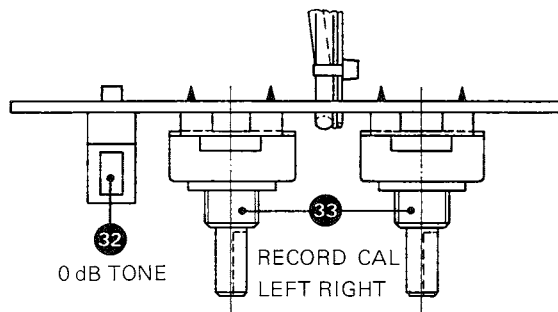

Fig. 9.6.
Diese neue Einheit enthält die beiden Eichpotentiometer (33), die in den Signalweg zwischen Aufnahme-Prozessor und Aufnahme-Entzerrer eingefügt sind. Damit wird der Bandempfindlichkeit entsprechende Aufnahmepegel so eingestellt, dass sowohl Aufnahme- als auch Wiedergabe-Prozessor auf gleichem Signalpegel arbeiten. Als Eichhilfe dient der im DOLBY-Aufnahme-Prozessor 1.177.234 eingebaute 400-Hz-Oszillator, der mit der Drucktaste (32) des Prints 1.177.271 aktiviert wird (Fig. 9.6.).
This new circuit board accommodates both calibration potentiometers (33), which are wired into the signal path between recording processor and recording amplifier. With these potentiometers, the recording level has to be adjusted to match a tape's sensitivity so as to ensure that both, the recording and the replay processors are receiving the same signal level. The 400 Hz oscillator in the DOLBY recording processor 1.177.234 serves as an aid in calibrating the recording gain. This oscillator can be activated by push-button (32) on the circuit board 1.177.271 (fig. 9.6.).
Cette nouvelle unité supporte les deux potentiomètres de calibration (33) qui conduisent le signal des modules aux correcteurs d'enregistrement. Ces potentiomètres servent à compenser les différences de sensibilité inhérentes aux types de bande courants. En effet, pour assurer la compatibilité du codage et décodage DOLBY, il est impératif de faire travailler les circuits DOLBY d'enregistrement et de lecture avec des niveaux de modulation identiques. Pour effectuer ce calibrage, le module d'enregistrement DOLBY 1.177.234 est équipé d'un générateur qui, activé par la touche (32) de cette plaque 1.177.271, délivre un signal étalon de 400 Hz (fig. 9.6.).